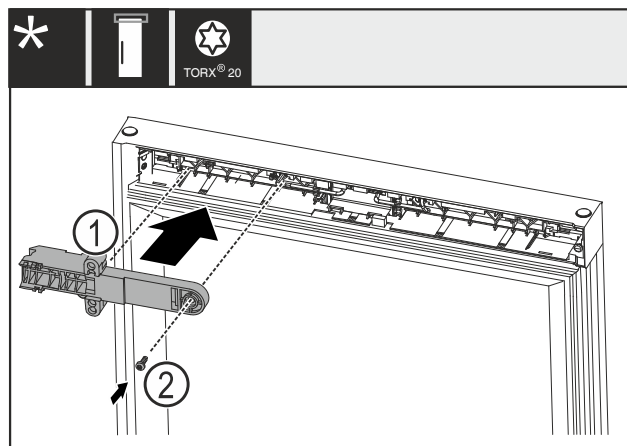

Fig. 26
- Tourner la pièce de maintien du verrou Fig. 26 (1) de 180° et la monter du côté opposé.
- Fixer la pièce de maintien du verrou Fig. 26 (1) avec la vis Fig. 26 (2).